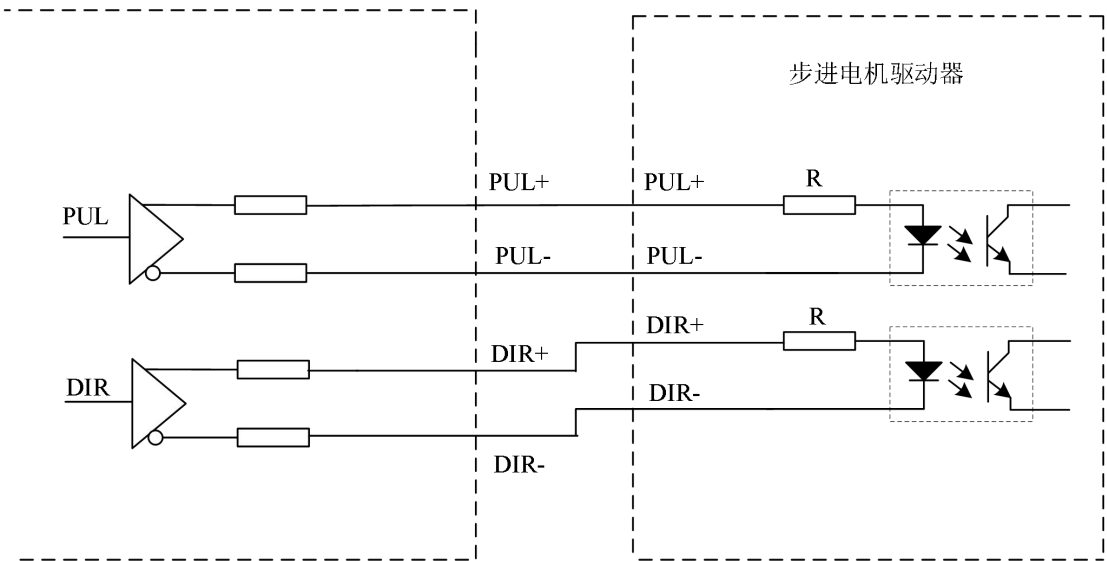

图 6-2 步进电机驱动器的差分信号接线图
2. MCX00A 运动控制器与步进电机驱动器的差分信号接法步进电机驱动器，典型连接电路如图 6-2 所示。